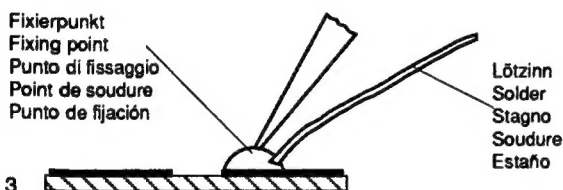

Fig. 3
3. step: Remove possible residues from the soldering point. Then apply a solder bead (Fig. 3).
3. Aspirer les restes de soudure sur le circuit. Poser une pointe de soudure (Fig. 3).
3. Pulire il punto dai residui di saldatura. Applicare una goccia di stagno (Fig. 3).